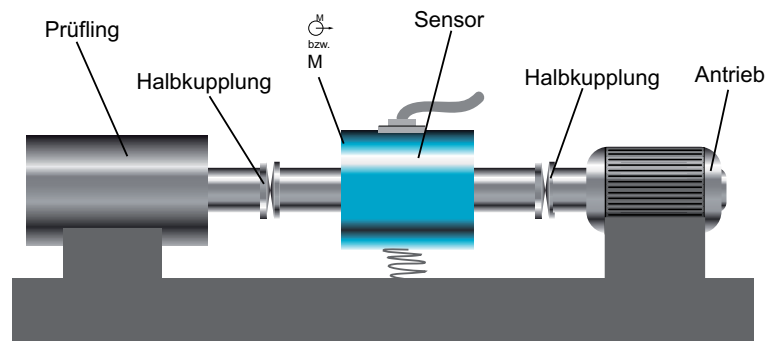

Abbildung 5: Nur so ist das Abfangen von radialen Verlagerungen mit Halbkupplungen möglich
- Bauen Sie deshalb den Sensor immer zwischen zwei Halbkupplungen ein (siehe Abbildung 5:).
In dieser Anordnung (siehe Abbildung 5:) bilden Sensor und Halbkupplungen eine Vollkupplung. Damit können Sie diese Verlagerungen abfangen: